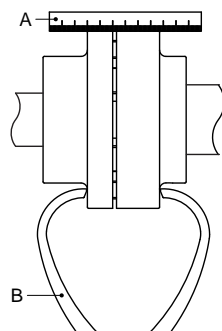

Figura 4: Allineamento del giunto di accoppiamento mediante un regolo e un compasso di spessore esterno.
- 1 Posizionare un regolo (A) sul giunto d'accoppiamento. Posizionare o rimuovere tutti gli spessori necessari per portare il motore elettrico all'altezza corretta, in modo che il bordo dritto tocchi entrambe le metà del giunto di accoppiamento per l'intera lunghezza. Vedere la la figura 4.
- 3 Controllare di nuovo l'allineamento utilizzando un compasso di spessore esterno (B) a 2 punti diametralmente opposti ai lati delle metà del giunto di accoppiamento. Vedere la figura 4.